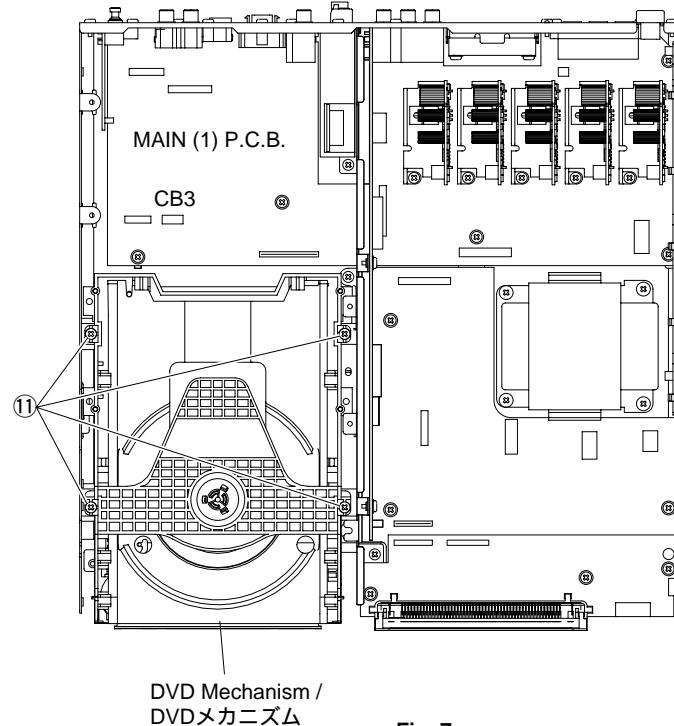

Fig. 7
- Remove connector CB3 in Fig. 7.
- Remove 4 screws (⑪) and then remove the DVD Mechanism in Fig. 7.
- コネクターCB3を外します。(Fig. 7)
- ⑪のネジ4本を外し、DVDメカニズムを外します。(Fig. 7)